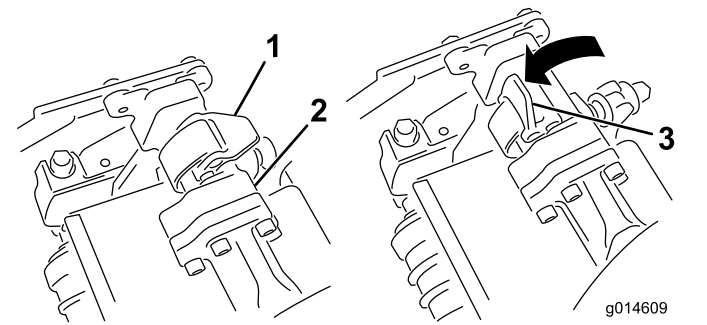
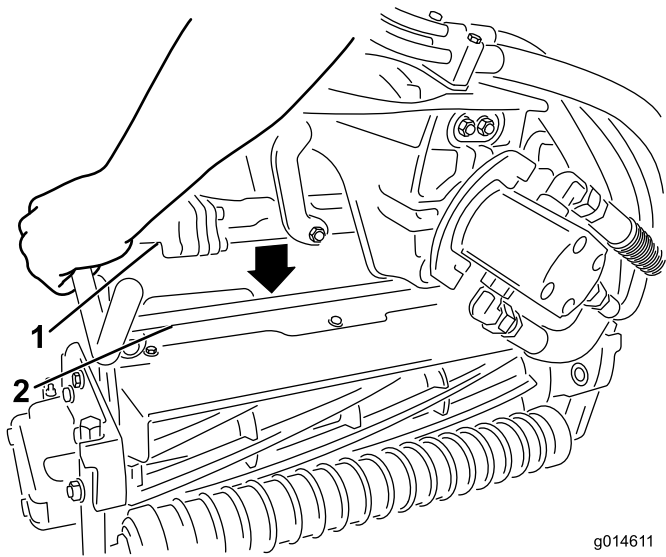

图32
图33
- 当悬挂臂杆上的门锁指向上方即打开时 图32 向下压悬挂臂使悬挂臂杆与滚刀组上方的支架相契合 图33。
4. 向下并绕着滚刀组横杆关闭门锁将它们锁定到位图32。
4. 打开您正在拆下的滚刀组悬挂臂上的门锁图32。